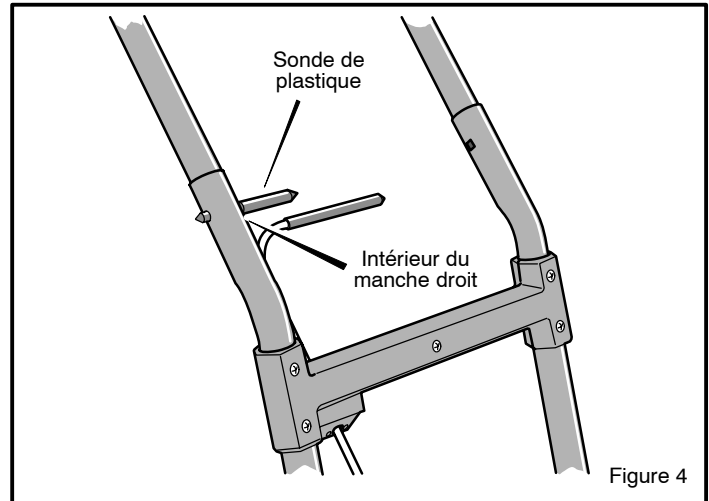

Figure 4
- Insérer la cheville de plastique fournie dans le trou de la poignée de droite, de l'intérieur. Ceci évitera que le faisceau de câbles soit pincé ou endommagé lors de l'insertion du boulon à tête ronde. Figure 4.